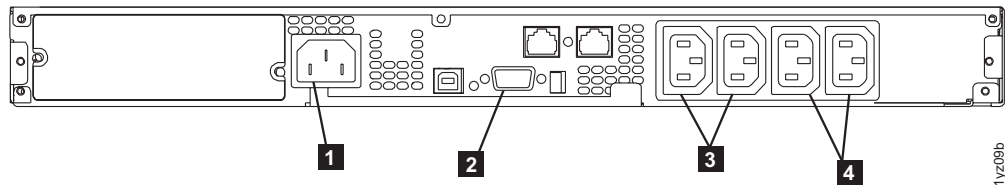

図 71. 無停電電源装置 5115 (背面図)
- UPS 5115 の背面で、SAN ボリューム・コントローラーの電源ケーブルをロード・セグメント 2 コンセント **4** に再接続します。図 71 を参照してください。
- シグナル・ケーブルを通信ポート **2** に再接続します。図 71 を参照してください。
これで、UPS 5115 は待機モードになり、SAN ボリューム・コントローラーがオフラインになるはずですが、図 71 に示されているすべてのインディケータがオフになるはずですが。